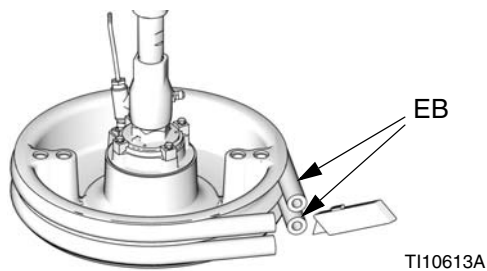

FIG.15
1. Pour remplacer des racleurs usés ou endommagés (EB), relever le plateau pour le sortir du fût. Retirer le fût de son embase. Essuyer le fluide qui se trouve sur le plateau.
2. Couper les racleurs du haut et du bas à l'aide d'un couteau et les retirer du plateau. Voir FIG.15.